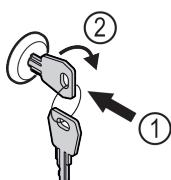

Fig. 152 Primjer izgleda
- Uvucite ključ Fig. 152 (1).
- Okrenite ključ za 90° nadesno Fig. 152 (2).